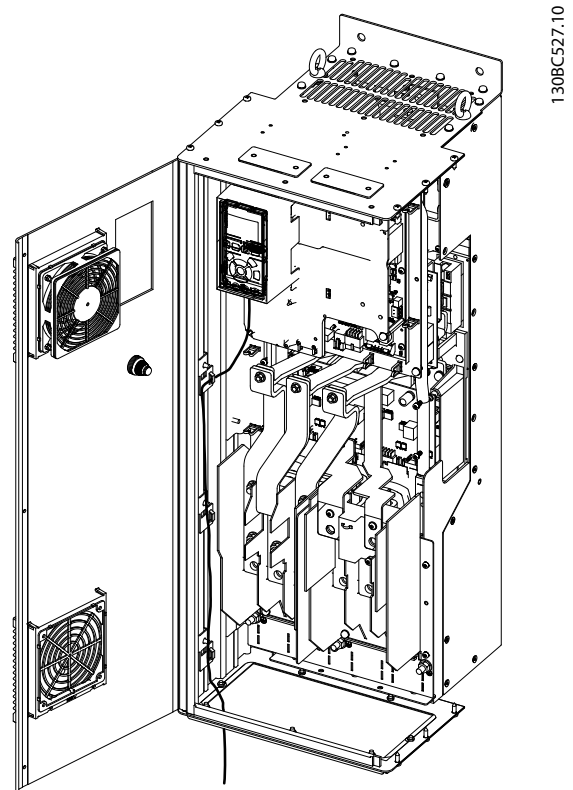

Abbildung 3.12 Verkabelung für Baugrößen D, E und F
4. Befestigen Sie den Kabelschirm mit einer Kabelschelle oder einem Kabelbinder an der Metallgrundplatte, siehe *Abbildung 3.12*.
5. Befestigen Sie das Kabel und verlegen Sie dieses mit anderen Steuerleitungen in der Einheit, siehe *Abbildung 3.12*.